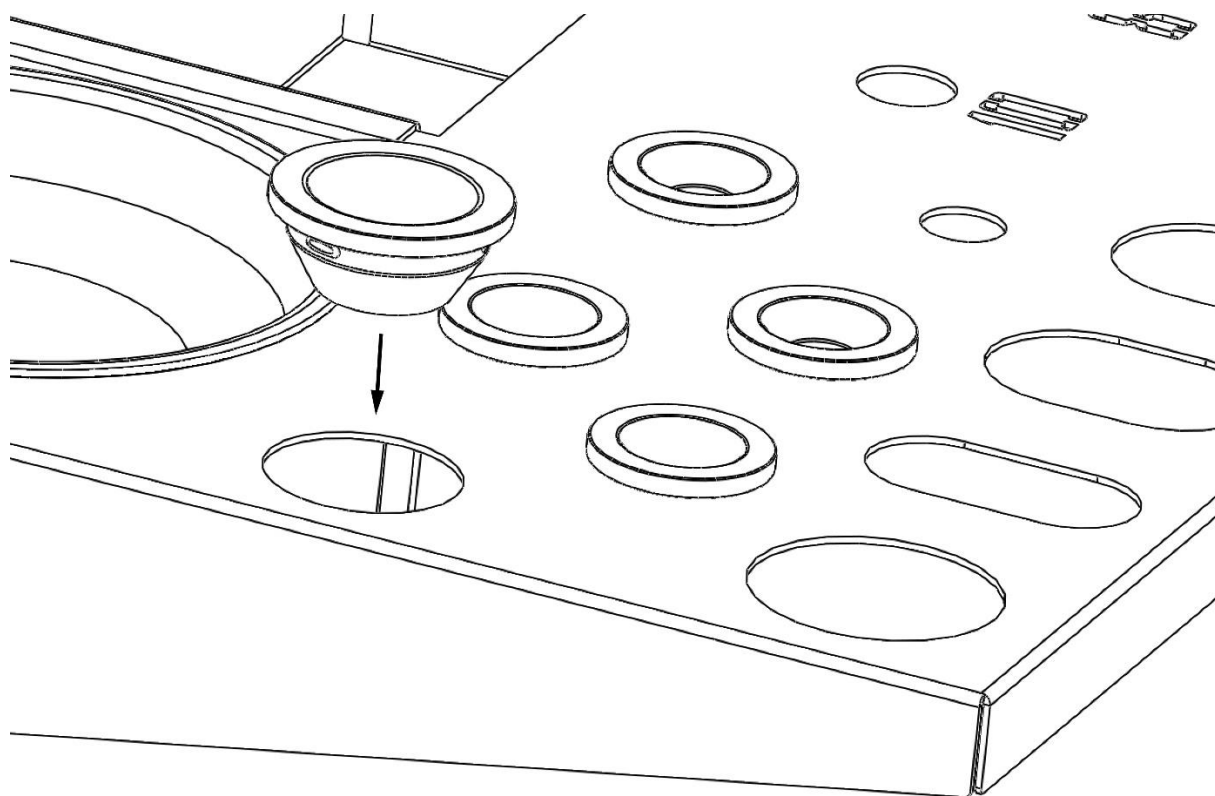

Figura 11: Portaobjetos de plástico opcionales para destornilladores
- ◆ Los portafusillas de plástico incluidos pueden usarse para evitar que los destornilladores se inclinen en la bandeja de herramientas. Se instalan insertándolos en los recortes desde la parte superior y empujándolos hacia dentro (Figura 11)